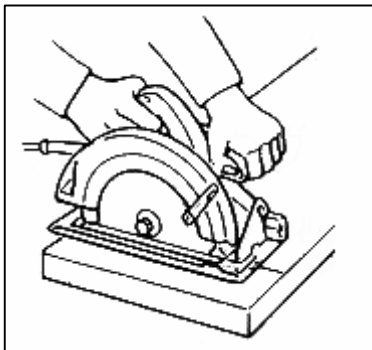
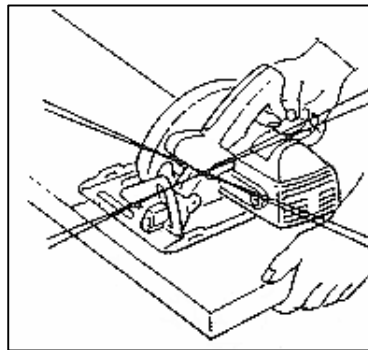

Рис.2
Рис.3
11. **Большая часть базы пилы** должна находиться на закрепленном участке обрабатываемой заготовки, а не на тех частях, которые будут отсечены. Рис. 2 показывает правильное положение. Рис. 3 показывает неправильное положение.